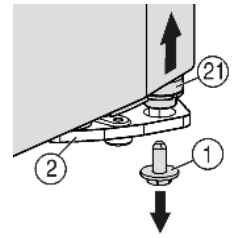
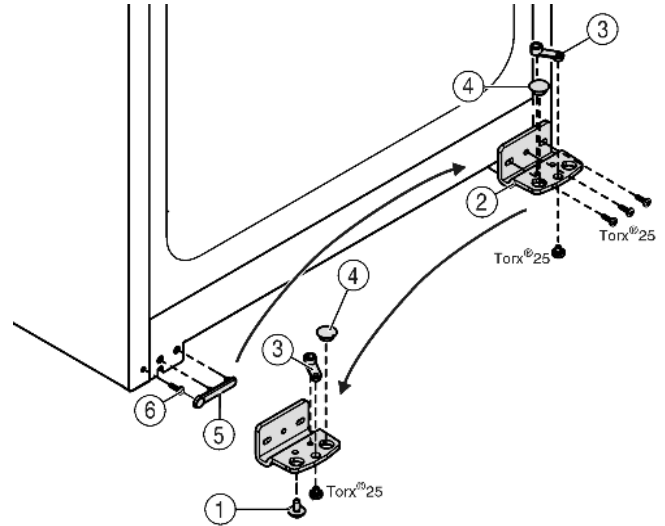

Fig. 4
Fig. 5
- ▶ In basso a destra nel blocco di supporto svitare la vite di arresto Fig. 4 (1).
- ▶ Il perno di supporto Fig. 4 (21) si stacca dal blocco di supporto Fig. 5 (2).
- ▶ Se il perno di supporto Fig. 4 (21) non si stacca, estrarre il perno dal basso.
- ▶ Svitare il blocco di supporto Fig. 5 (2).
- ▶ Svitare l'elemento di supporto Fig. 5 (3) e spostarlo nel foro di alloggiamento opposto del blocco di supporto, serrarlo nuovamente.
- ▶ Estrarre il tappo Fig. 5 (4) dal blocco di supporto e spostarlo nel foro di alloggiamento opposto del blocco di supporto.
- ▶ Togliere la copertura Fig. 5 (5) lato maniglia facendo attenzione.
- ▶ Svitare la vite Fig. 5 (6) e inserirla di nuovo sul lato opposto.
- ▶ Applicare nuovamente sopra la copertura Fig. 5 (5).
- ▶ Fissare nuovamente il blocco di supporto Fig. 5 (2) sul nuovo lato cerniere **fermamente a 4 Nm** eventualmente servendosi di un avvitatore a batteria.
- ▶ Avvitare la vite di arresto Fig. 4 (1) in basso nel perno di supporto e serrare (a 4 Nm).